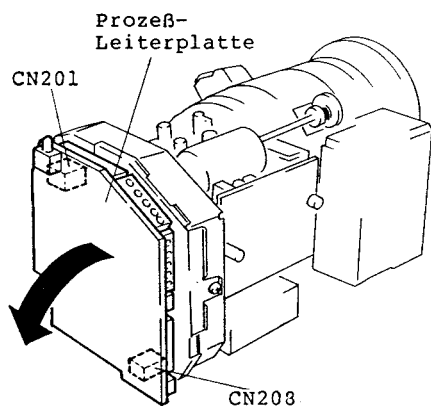

Abb. 2-25
3. Zwei (2) Stecker (CN201, CN208) von der Sensor-Leiterplatte abziehen und die Prozeß-Leiterplatte in Pfeilrichtung aufklappen (siehe Abb. 2-25).